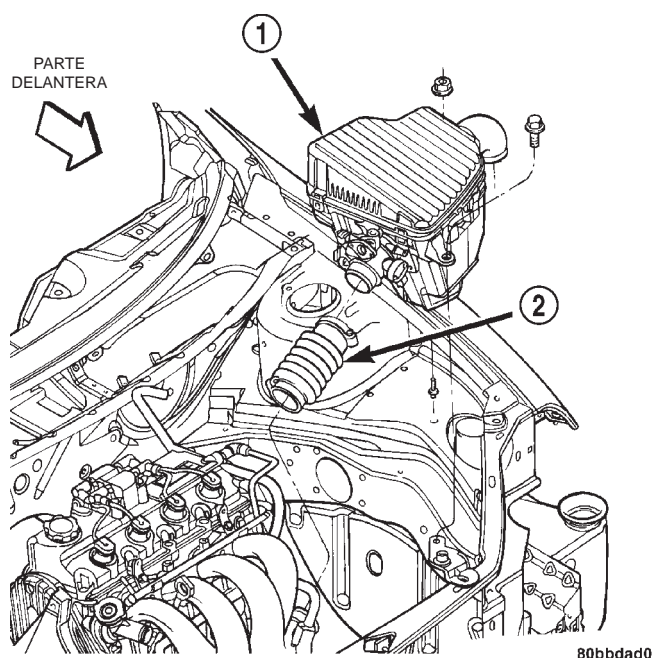

Fig. 43 Desmontaje e instalación del conjunto del depurador de aire
(8) Retire el conjunto de depurador de aire y cuerpo de mariposa del acelerador (Fig. 43) tal como se indica a continuación:
(d) Retire la tuerca y el perno de instalación (Fig. 43) y retire parcialmente el conjunto del depurador de aire.
(14) Emplace la funda a la consola en la lengüeta delantera y fijela con la lengüeta de retención.
(15) Vuelva a colocar la funda fuelle del cambiador en su posición original (encajada alrededor del reborde del pomo).
(16) Instale el conjunto de depurador de aire y cuerpo de mariposa del acelerador (Fig. 43) tal como se indica a continuación: